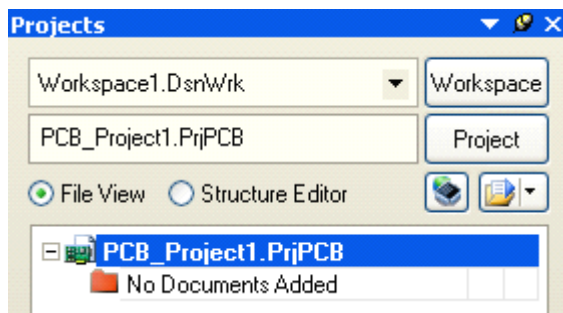

图6-1 PCB 工程的创建
2. 显示 Projects 面板框显示在屏幕上。新的工程文件 PCB_Project1.PrjPCB 已经列于框中，并且不带任何文件，如图6-1所示。
12.放置 R3和 R4如图6-1所示，并通过点击右键或 ESC 退出。